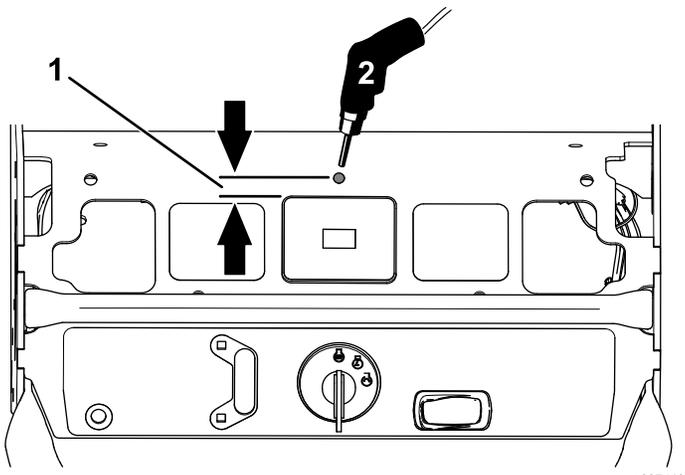

Bild 7
6. Bohren Sie ein Loch (12,7 mm) für den Kippschalter vor den Betriebsstundenzähler, wie in Bild 7 dargestellt